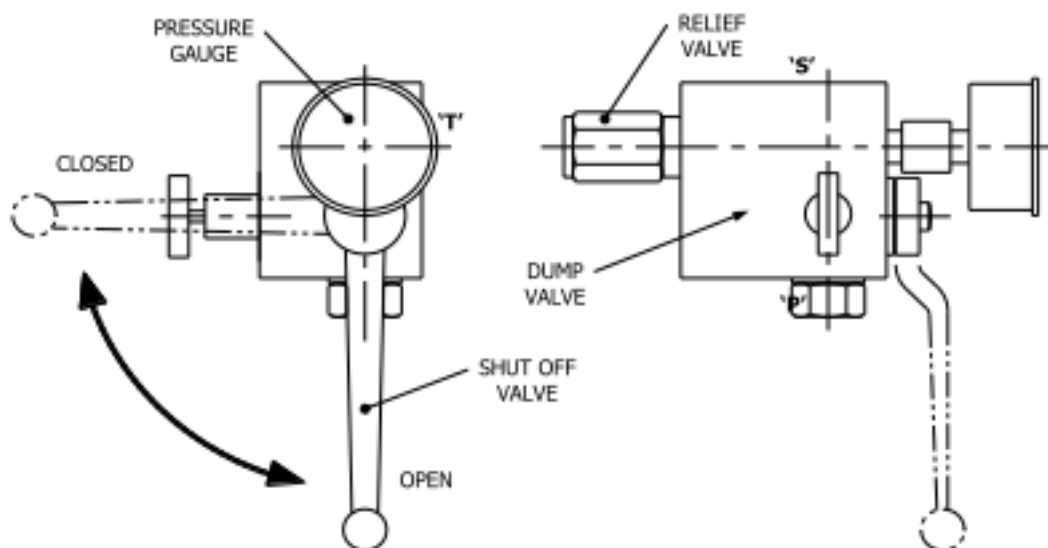

Figure 4.16 : Bloc de sécurité de l'accumulateur
- Videz toute l'huile de l'accumulateur dans le réservoir en ouvrant délicatement la vanne de décharge du bloc de sécurité. Voir figure 4.16 : Bloc de sécurité de l'accumulateur.
- Quand la pression hydraulique est égale à zéro dans l'accumulateur, isolez du reste du système en positionnant la vanne d'arrêt sur « OFF » (arrêt). Voir figure 4.16 : Bloc de sécurité de l'accumulateur.
- Videz toute l'huile des accumulateurs dans le réservoir en ouvrant délicatement la vanne de décharge du bloc de sécurité. Voir figure 4.16 : Bloc de sécurité de l'accumulateur.
- Videz l'huile des accumulateurs en ouvrant la vanne de décharge (tournez dans le sens antihoraire) sur le bloc de sécurité. Voir figure 4.16 : Bloc de sécurité de l'accumulateur.